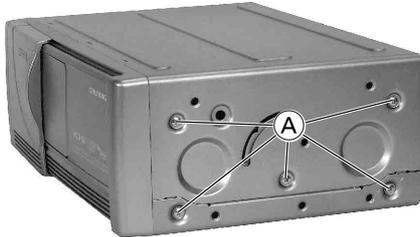

Fig. 1
- 15 Schrauben (A) (Fig. 1, 2 und 3) heraus-schrauben.
- Undo 15 screws (A) (Fig. 1 and 2).